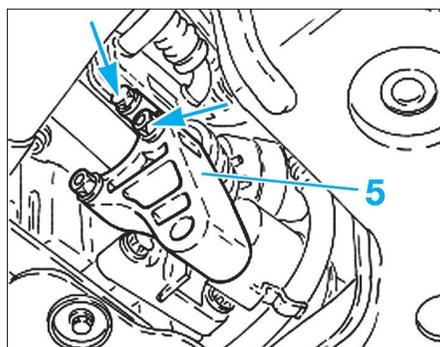

Fig. 7
- Déposer le support (5) de la biellette anticouple, côté moteur (Fig.7).